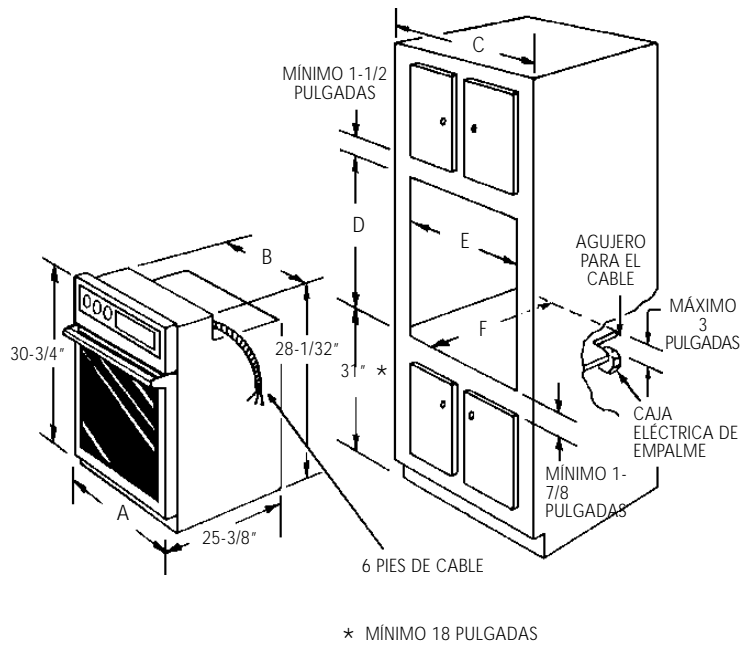

FIGURA 1
**B.** Este electrodoméstico debe conectarse a la caja de fusibles (o de cortacircuitos), por medio de un cable blindado flexible o un cable con forro no metálico. El cable blindado flexible que va desde el electrodoméstico debe de estar conectado directamente a la caja de empalme. La caja de empalme debe de estar localizada en el lugar que se indica en la figura 1, dejando tanto exceso de cable como sea posible entre la caja y el electrodoméstico, de forma que así el electrodoméstico se pueda mover fácilmente, si fuera necesario para hacer una reparación.